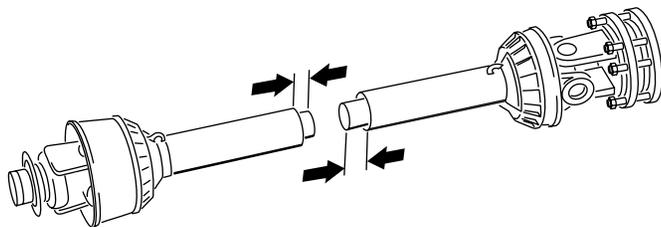

图 17
11. 将 PTO 轴的两半分开图 17。
12. 测量从各个管的端部到其安全护罩的距离图 17。在此处记录测量值 \_\_\_\_\_ 和 \_\_\_\_\_。